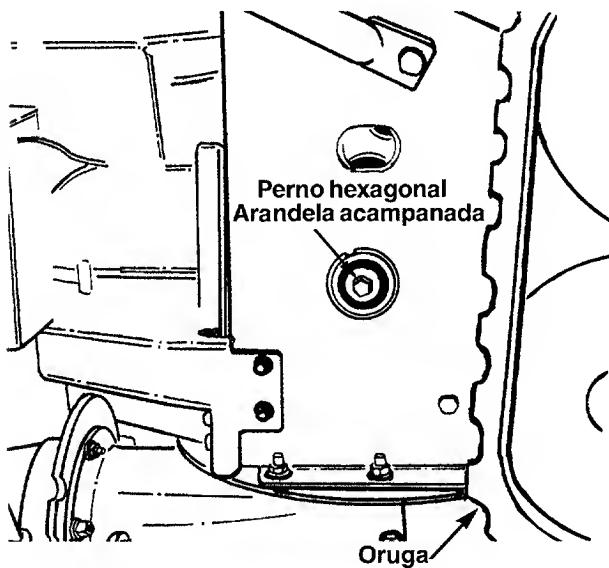

FIGURA 24
- Usando una llave de $7/8"$ para sujetar el eje, afloje, pero no extraiga completamente el perno hexagonal y la arandela acampanada del extremo izquierdo del eje. Vea la figura 24.